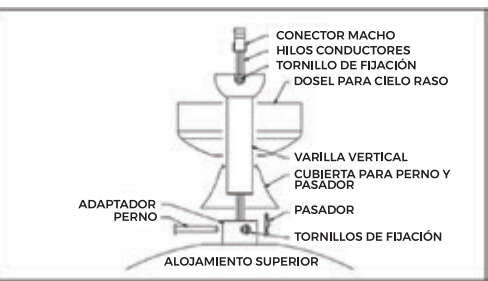

FIGURA 1
1) PASE LA VARILLA VERTICAL A TRÁVES DEL DOSEL PARA CIELO RASO (NO. 3 - FIGURA 1) Y LA CUBIERTA PARA PERNO Y PASADOR (NO. 6 - FIGURA 1).
3) INSERTE LA VARILLA VERTICAL (NO. 4 - FIGURA 1) EN LA PARTE SUPERIOR DE LA UNIDAD (NO. 8 - FIGURA 1). ALINEE LOS ORIFICIOS DE LA UNIDAD CON LOS ORIFICIOS DE LA VARILLA VERTICAL E INSERTE EL PERNO (NO. 5 - FIGURA 1). LUEGO, INSERTE EL PASADOR (NO. 7 - FIGURA 1) EN EL EXTREMO DEL PERNO.
2) INSERTE EL RECEPTOR DEL CONTROL REMOTO EN EL SOPORTE DE MONTAJE (NO. 1 - FIGURA 1).
4) LUEGO, DESLICE EL DOSEL PARA CIELO RASO (NO. 3 - FIGURA 1) SOBRE EL SOPORTE DE MONTAJE UTILIZANDO LOS ORIFICIOS RANURADOS. ALINEE LOS OTROS 2 ORIFICIOS Y LUEGO COLOQUE LOS OTROS 2 TORNILLOS. AJUSTE LOS CUATRO TORNILLOS.